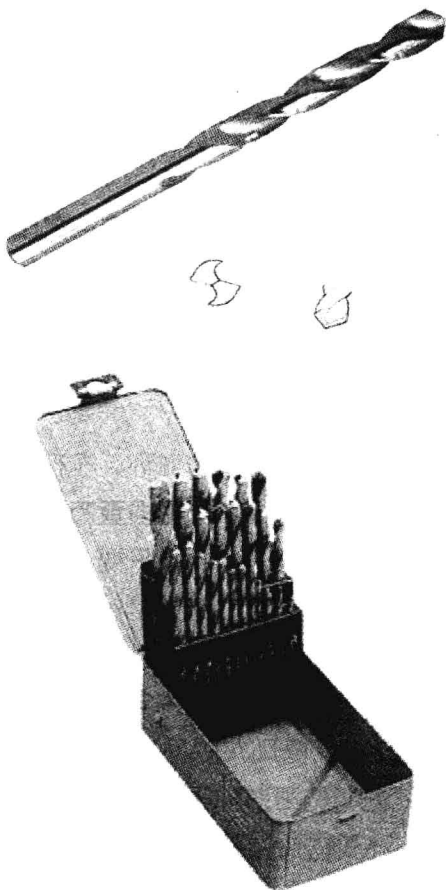

图 1-16 麻花钻头
(1) 麻花钻头。制作模型常用的麻花钻头规格有:直径0.8mm、1mm、1.2mm、1.5mm、1.7mm、2mm、2.5mm、3mm、3.4mm、4mm、4.2mm、5mm、6mm的钻头。钻头不锋利了,可以在电砂轮上磨刃口,或用细油石磨刃口,如图1-16所示。